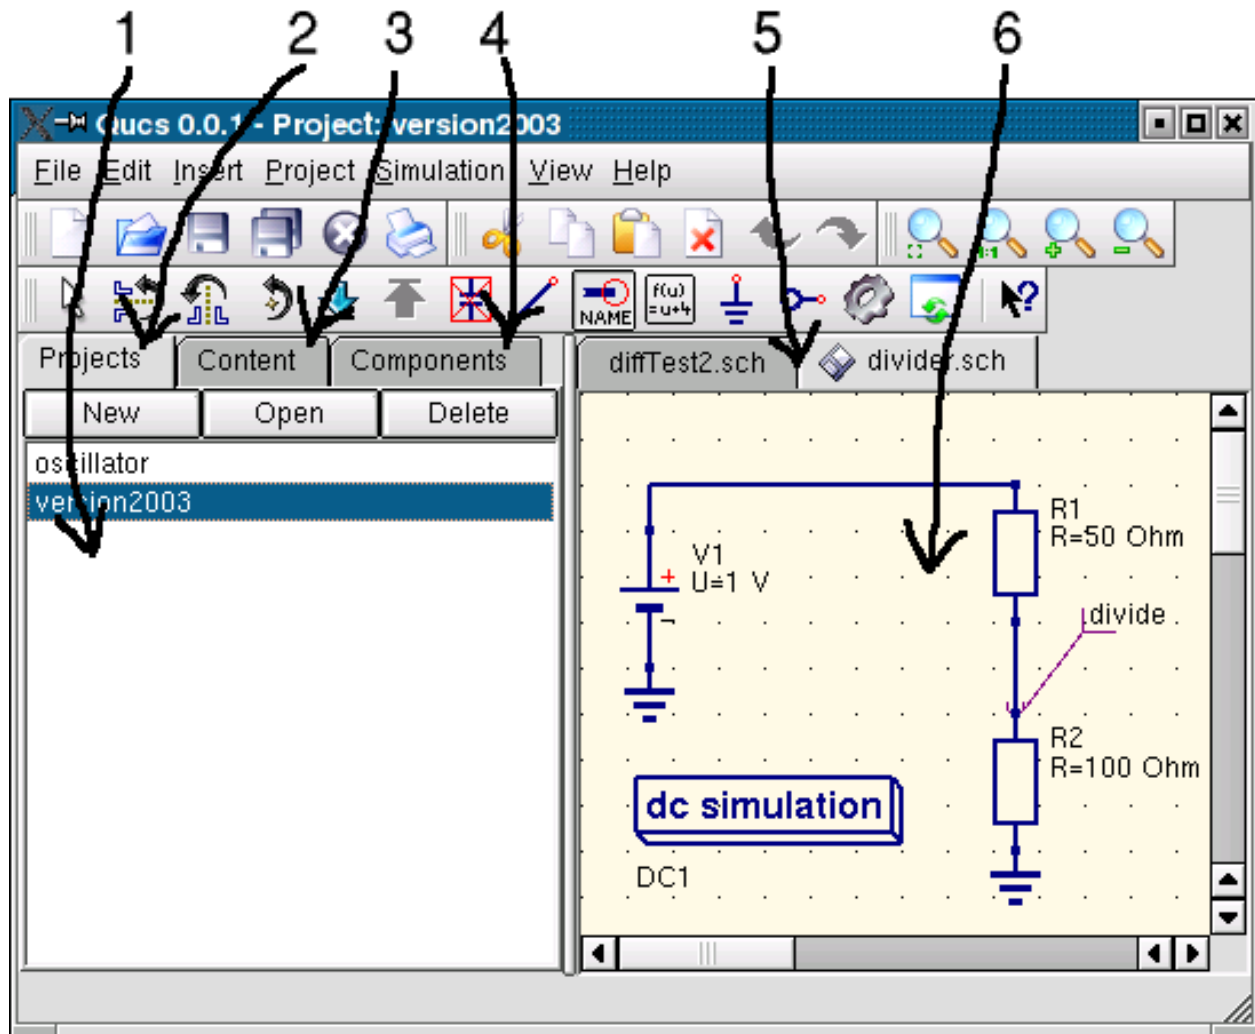

Figure 1 - La fenêtre principale de Qucs
Quand vous démarrez Qucs la première fois, il crée un répertoire « .qucs » dans votre répertoire de base. Chaque fichier est ensuite enregistré dans ce répertoire ou l'un de ses sous-répertoires. Après que Qucs s'est chargé, il ouvre une fenêtre semblable à celle de la figure 1. À droite se trouve l'espace de travail (6) qui contient les schémas, les graphiques, etc. Avec les onglets (5) du dessus, vous pouvez choisir aisément n'importe quelle feuille ouverte. À gauche de l'espace de travail se trouve une autre zone (1), dont le contenu dépend de l'état de l'onglet qui la surmonte : « Projets » (2), « Contenu » (3) et « Composants » (4). Au lancement de Qucs, l'onglet « Projets » (2) est actif par défaut. Comme il s'agit de la première fois que vous exécutez Qucs, la fenêtre est vide, puisque vous n'avez encore jamais travaillé sur un quelconque projet. Cliquez sur le bouton « Nouveau » juste au-dessus de la zone (1). Une boîte de dialogue apparaît. Tapez-y le nom de votre premier projet, par exemple : « premier » puis cliquez sur « OK ». Qucs crée alors un répertoire projet dans ~/.qucs, « premier.prj ». Tous les fichiers inclus dans ce projet y seront par la suite enregistrés. Le nouveau projet est immédiatement activé (comme en témoigne la barre de titre de la fenêtre) et l'onglet actif passe alors à « Contenu » (3), ce qui signifie que les fichiers du projet courant sont affichés. Vous n'avez pas encore de fichiers, donc cliquez sur le bouton « Enregistrer » de la barre d'outils (ou utilisez l'entrée de menu : Fichier -> ; Enregistrer) pour enregistrer le document sans titre qui occupe l'espace de travail. Qucs vous demandera de baptiser ce nouveau fichier. Saisissez « premierschema » puis cliquez sur « Ok ».
Maintenant, nous allons simuler le point de fonctionnement du circuit de la figure (1). Activez l'onglet « Composants » ((4) dans la figure 1). S'affiche alors une réglette de choix intitulée du groupe (type) de composants à choisir, et, en-dessous, tous les composants faisant partie de ce groupe. Choisissez « Éléments localisés » et cliquez sur le premier symbole, « Résistance ». Lorsque vous amenez le curseur sur la zone de travail, vous voyez un fantôme de symbole de résistance accroché à la flèche. Un clic gauche fait pivoter ce fantôme d'un quart de tour, un clic droit place le symbole du composant sur la feuille. Saisissez ainsi tous les composants visibles figure 1. La source de tension se trouve dans le groupe « Sources », la masse dans le groupe « Éléments localisés » ou directement dans la barre d'outils ; la simulation désirée est définie par l'un des métasymboles qui se trouvent dans le groupe « Simulations ». Pour modifier la valeur de la seconde résistance, double-cliquez la. Cela ouvre une boîte de dialogue où vous pouvez saisir la nouvelle valeur : ici 100  $\Omega$ . Cliquez sur « Entrée » une fois terminé.
Enfin, vous devez nommer l'équipotentielle dont vous voulez calculer la tension. Cliquez sur le bouton « Nommer » de la barre d'outils (ou, par le menu : Insérer -> Nom d'équipotentielle), puis sur le fil voulu. Une boîte apparaît où vous pouvez saisir le nom. Saisissez « divide » et cliquez sur « Ok ». Votre circuit devrait ressembler plus ou moins à celui de la figure 1 (sauf pour les intitulés en français !).